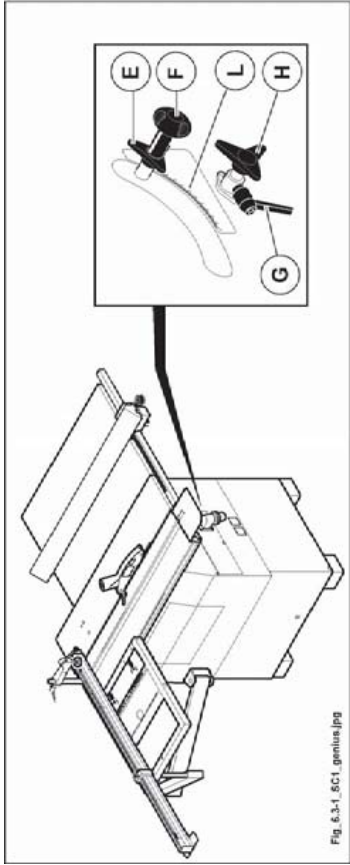

Abb. 6.3-1
- Kugelgriff (E Abb. 6.3-1) lockern und auf das Handrad (F Abb. 6.3-1) einwirken, um die Höhe der Sägengruppe zu regulieren.
- Den Knauf (E Abb. 6.3-1) anziehen und die Einstellung vornehmen.
- Kugelgriff (G Abb. 6.3-1) lockern und Kugelgriff (H Abb. 6.3-1) betätigen, um die Säge in die gewünschte Neigung einzustellen.
- Schauen Sie im Inhaltsverzeichnis (L Abb. 6.3-1) bezüglich der Schrägstellungswerte des Sägeblattes nach.
- Den Knauf (G Abb. 6.3-1) anziehen und die Einstellung vornehmen.